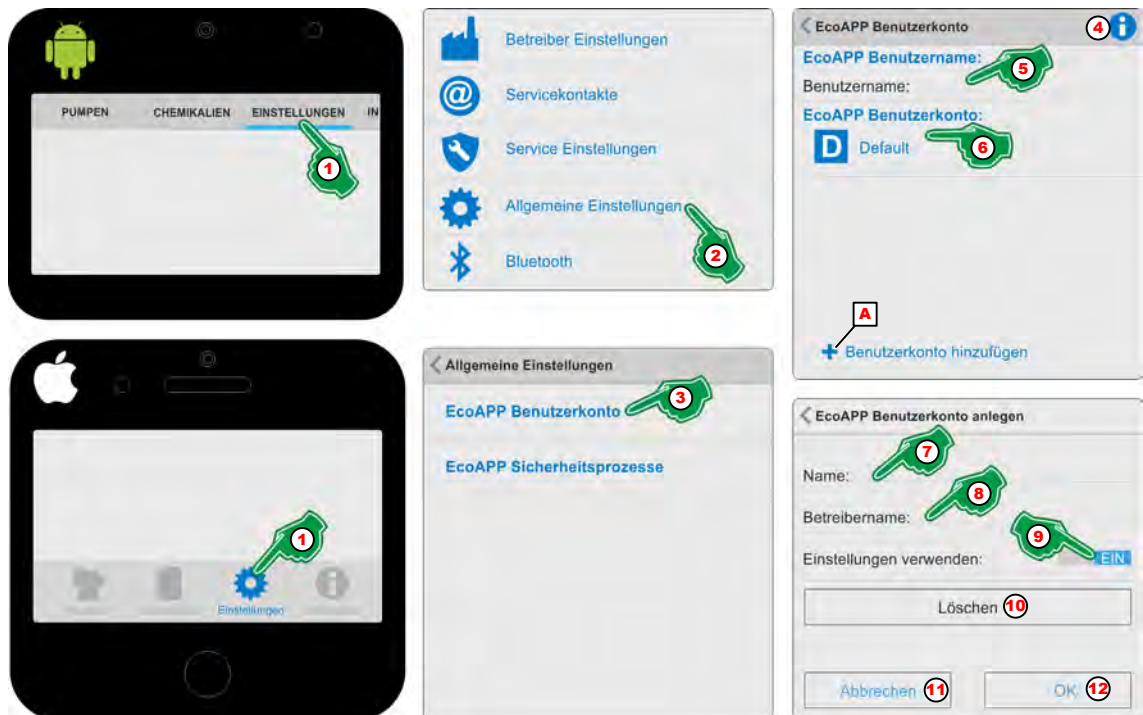

Abb. 15: Benutzerkonto für die „EcoAPP“ anlegen
1. ➤ [Einstellungen] (Abb. 15, Pos. 1) auswählen.
2. ➤ [Allgemeine Einstellungen]  (Abb. 15, Pos. 2) auswählen.
- [EcoAPP Benutzerkonto] (Abb. 15, Pos. 3)
3. ➤ [EcoAPP Benutzerkonto] (Abb. 15, Pos. 3) auswählen.
4. ➤ Durch Auswahl des [Info]  Symbols (Abb. 15, Pos. 4) erscheint:
5. ▶ Im Menüfeld „Benutzername“ (Abb. 15, Pos. 5) den zu verwendenden Benutzernamen eintragen (z.B. den Namen des Smartphone Besitzers).
6. ▶ Im Menüfeld „EcoAPP Benutzerkonto“ (Abb. 15, Pos. 6) das „Benutzerkonto“ „Default“ auswählen.
7. ▶ „Name“ (Abb. 15, Pos. 7) eingeben (z.B. Dosierlinie 1 / Anlage 1, etc.).
8. ▶ „Betreibername“ (Abb. 15, Pos. 8) eingeben.
9. ▶ [EIN / AUS] Schalter (Abb. 15, Pos. 9) auf **EIN** stellen, wenn die Einstellung verwendet werden soll.
Wenn ein weiteres Benutzerkonto hinzugefügt werden soll, muss die Taste „+ Benutzerkonto hinzufügen“ (Abb. 15, Pos. A) verwendet werden.
11. ▶ [OK] Taste (Abb. 15, Pos. 12) zum Speichern der Einstellungen Drücken.
12. ▶ [Abbrechen] Taste (Abb. 15, Pos. 11) zum Abbrechen der Einstellungen Drücken.